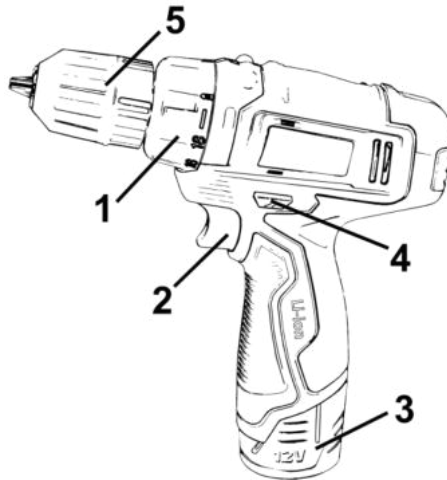

Рисунок 1
4.3 Для ввімкнення виробу натисніть на клавішу вимикача (2, рисунок 1). Для відключення виробу слід клавішу відпустити. Регулювання швидкості обертання патрону здійснюється ступенем натискання на клавішу вимикача.